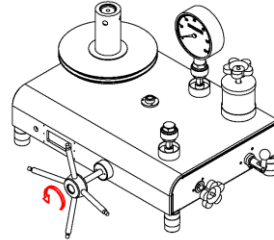

图 8
- ① 第一检定点读数完成后，应先旋转调压器降压（如图 8）；